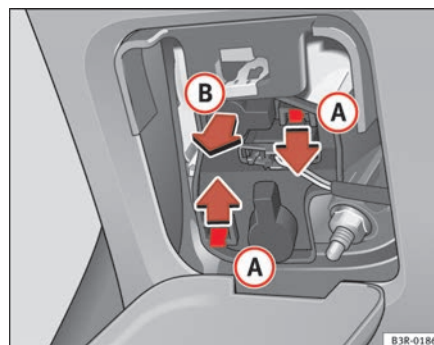

Fig. 216 Smontaggio del supporto lampade
- Fare pressione sulle linguette **(A)** ⇒ pag. 277, fig. 216 nel senso indicato dalle frecce ed estrarre il portalampada nel senso indicato dalla freccia **(B)**.